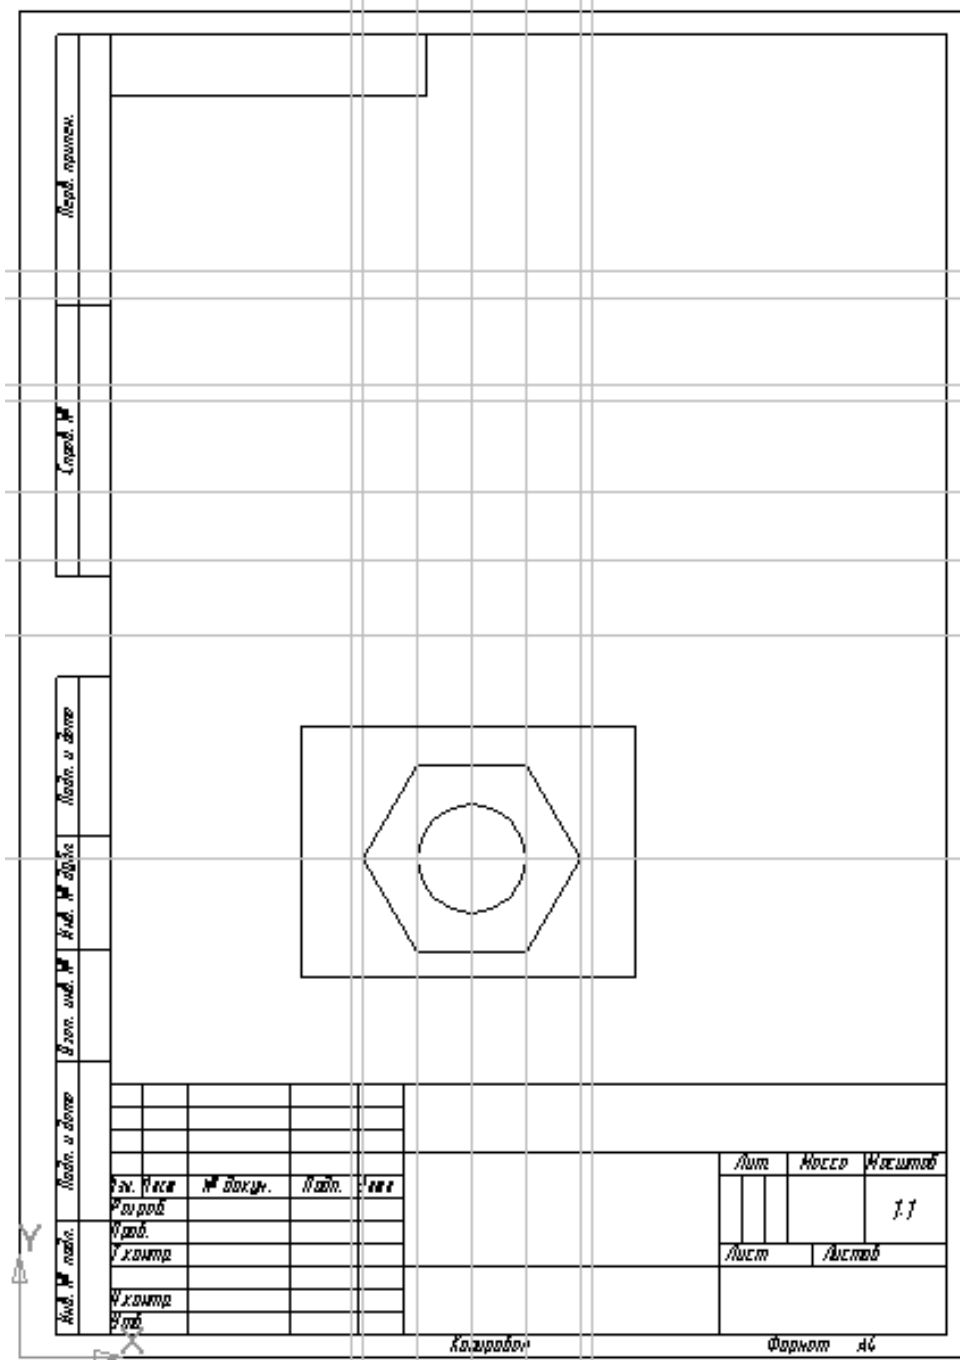

Рисунок 5
3.10 Проводимо вертикальні прямі з кожної вершини шестикутника за допомогою команди **Вертикальная прямая**  (рисунок 5). За допомогою команди **Параллельная прямая**  проводимо дві прямі, що паралельні вертикальній осі болта праворуч та ліворуч від неї на відстані $1.1d$ ($2.2d$ - діаметр шайби).